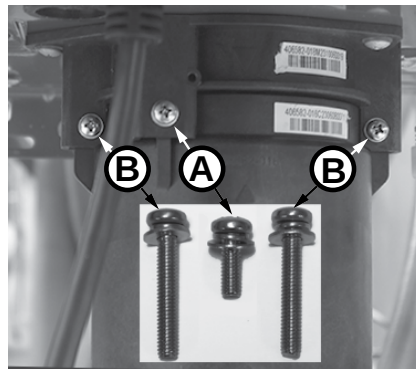

Figura 189 - Identifique los tornillos del cartucho.
- 5 Ubique los tres (3) tornillos que fijan el cartucho X3®/de derivación, como se muestra en la Figura 189. Retire el tornillo **(A)** M4-12 mm y los dos tornillos **(B)** M4-25 mm del cartucho. Deje los tornillos a un lado en un lugar seguro para volver a instalarlos.